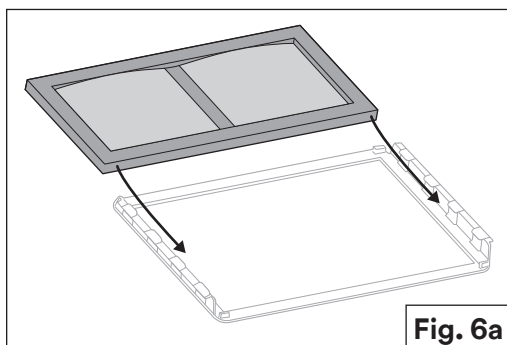

Fig. 6a
- a. Elija la lente adecuada e insértela en el soporte de la lente (Fig. 6a).